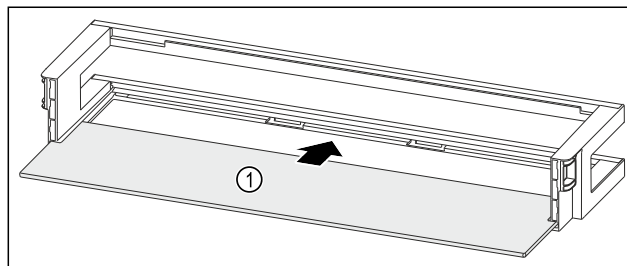

Fig. 121 Riiuliga ukseriulid
- ▶ Lükake riiul Fig. 121 (1) külgmistesse sisselõigetesse.